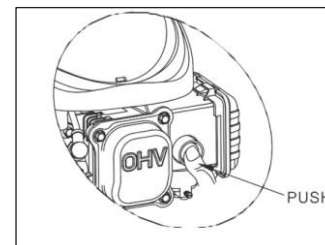

Fig. 2A
a) Druk 3-5 keer op de rode knop op de pomp. (Fig.2A)